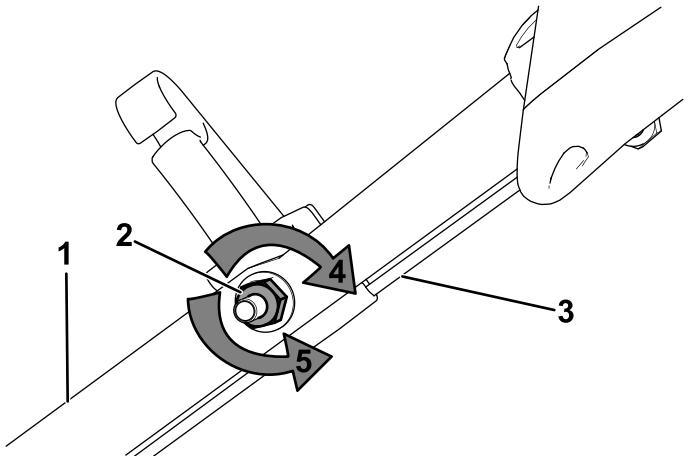

Bild 29
1. Drehen Sie die Einstellmutter nach links, um die Seileinstellung zu lösen (**Bild 29**).
2. Stellen Sie die Spannung des Seils (**Bild 29**) ein, indem Sie ihn zurückziehen oder nach vorne drücken und dann in dieser Stellung arretieren.